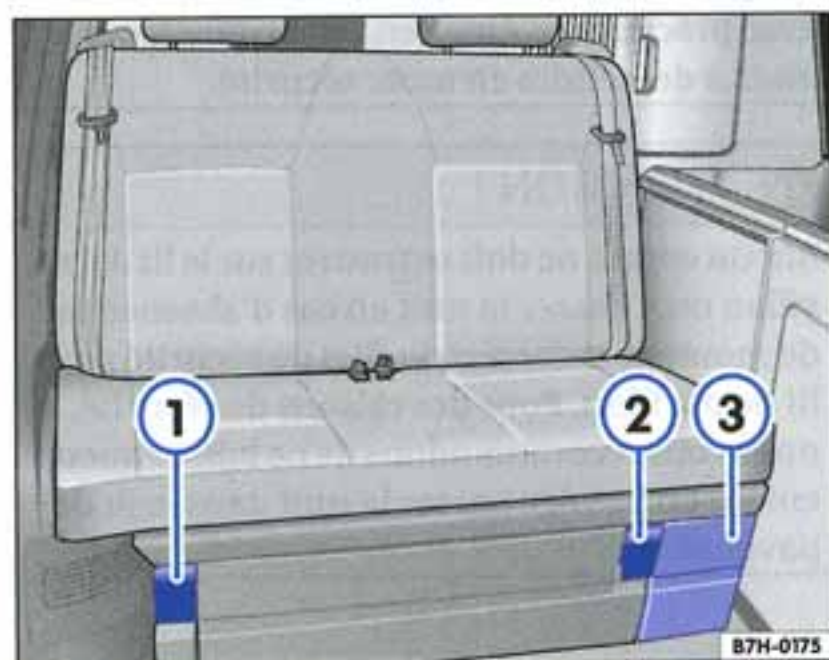

Fig. 14 Éléments de commande de la banquette/couchette
- Soulevez le levier ⇒ fig. 14 (2) vers le haut jusqu'en butée.